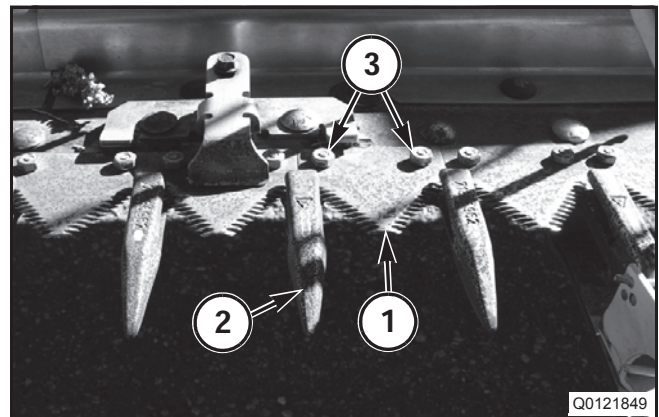

FIG. 49
FIG. 49: Gire manualmente el volante de la transmisión hasta que la sección del cortador (1) esté entre los puntos de la protección del cortador (2). Remueva la protección del cortador.